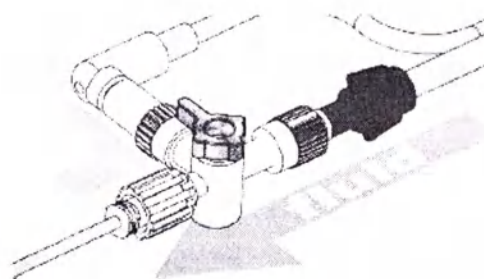

Рисунок 20 – 2-х ходовой клапан: воздух ВЫКЛ.
4. Переключите 2-х ходовой клапан в режим: Воздух ВЫКЛ. (рис. 20)